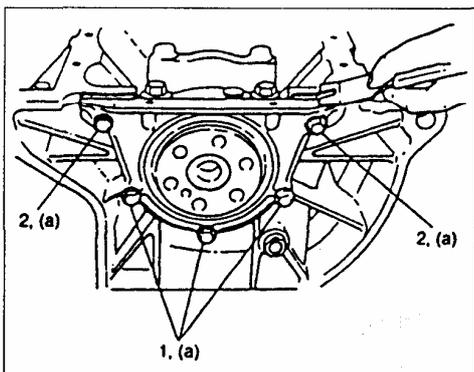

Рис. 175
5) Установите новую прокладку и корпус сальника. Не устанавливайте прокладку, снятую во время разборки. Перед установкой сальника, нанесите на рабочую кромку моторное масло. Затяните болты крепления заднего щитка требуемым моментом (Рис. 175).